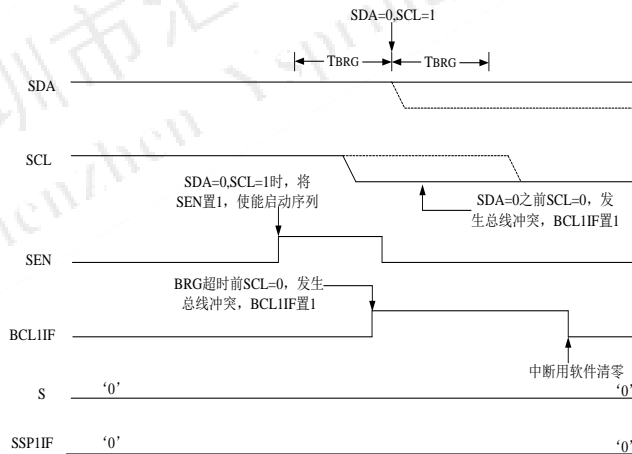

图25-34: 启动条件期间的总线冲突（SCL = 0）
- SDA被置为低电平之前，SCL采样为低电平（图25-34）。